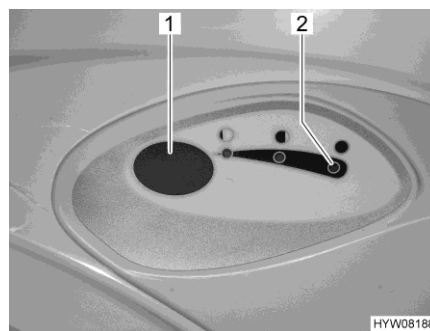

Bild 300 Spolknapp/kontrollampa
- För att spola, tryck på den blå spolknappen (Bild 300,1).
Kontrollampan (Bild 300,2) lyser när latrintanken måste tömmas.